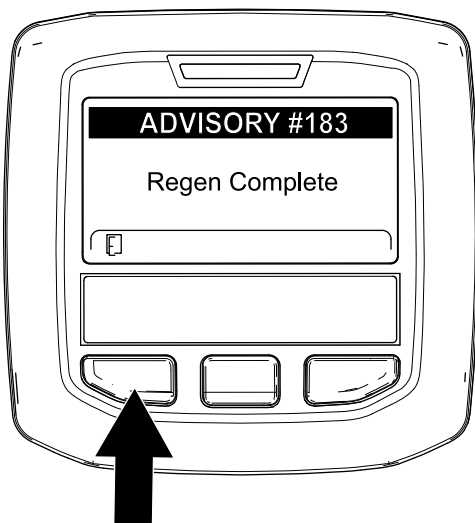

Рисунок 33
- Когда компьютер двигателя завершает процесс стационарной или восстановительной регенерации, на дисплее инфо-центра появляется ИНФОРМАЦИОННОЕ СООБЩЕНИЕ № 183 (Рисунок 33). Для перехода на главный экран нажмите левую кнопку.
Примечание: Если регенерацию не удалось завершить, на дисплее инфо-центра появляется информационное сообщение № 184 (Рисунок 33). Для перехода на главный экран нажмите левую кнопку.